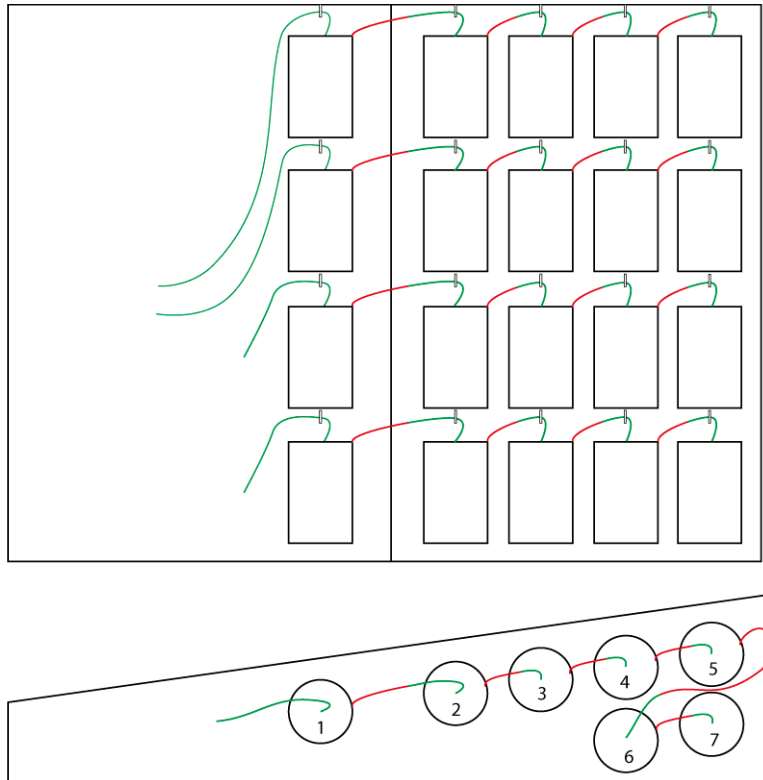

Fig. 40 Charger et attacher les bobines de ficelle
- 2 Placez les bobines de ficelle dans les bacs de l'armoire, comme sur « Fig. 40 Charger et attacher les bobines de ficelle » à la page 75.
Voir « Fig. 40 Charger et attacher les bobines de ficelle » à la page 75.